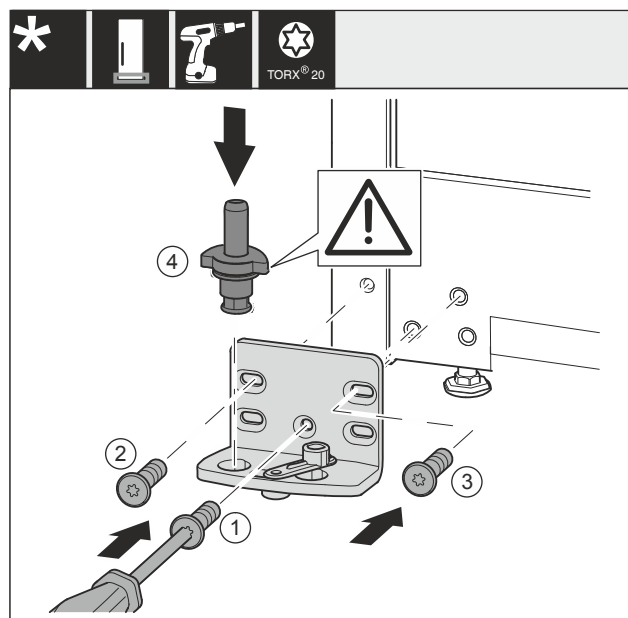

Fig. 37 *
- Påsæt hængslet på den anden side, og skru den fast med en skruetrækker. Begynd med skruen Fig. 37 (1) forneden i midten.*
- Skru skruen Fig. 37 (2) og skruen Fig. 37 (3) fast.*
- Sæt lejebolten Fig. 37 (4) helt ind. Sørg for, at låseknasten vender bagud.*